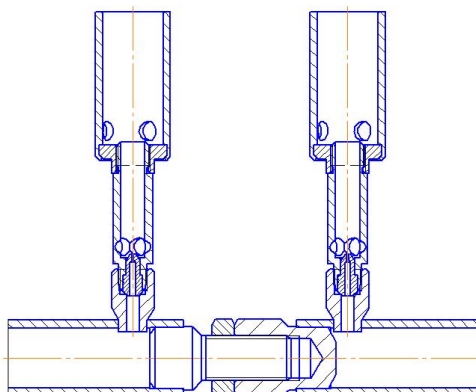

Рис.2 Соединение горелок
4.5 При необходимости нагрева детали длиной больше 1000 мм горелки могут соединяться между собой (см.рис.2) на резьбе и фиксироваться контргайками 4.